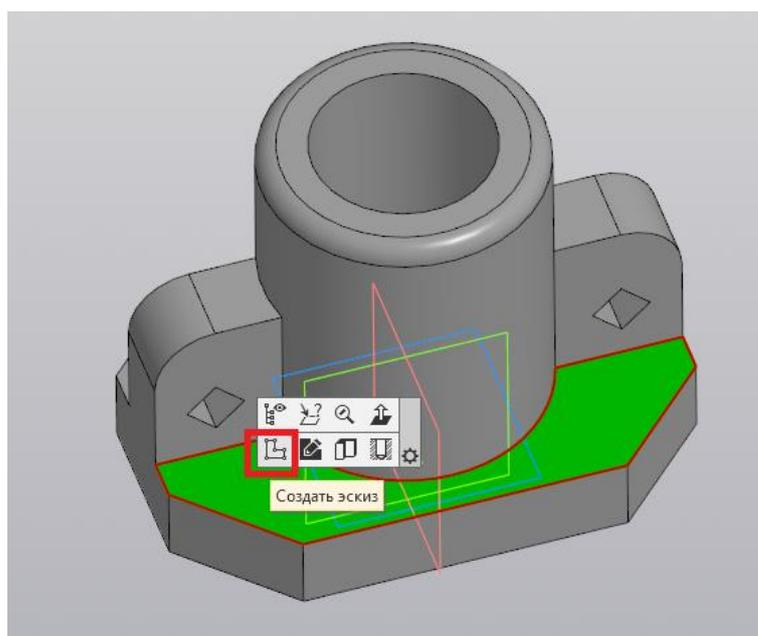

Рис. 106
34. На верхней грани основания создаём ещё один эскиз (рис. 106).